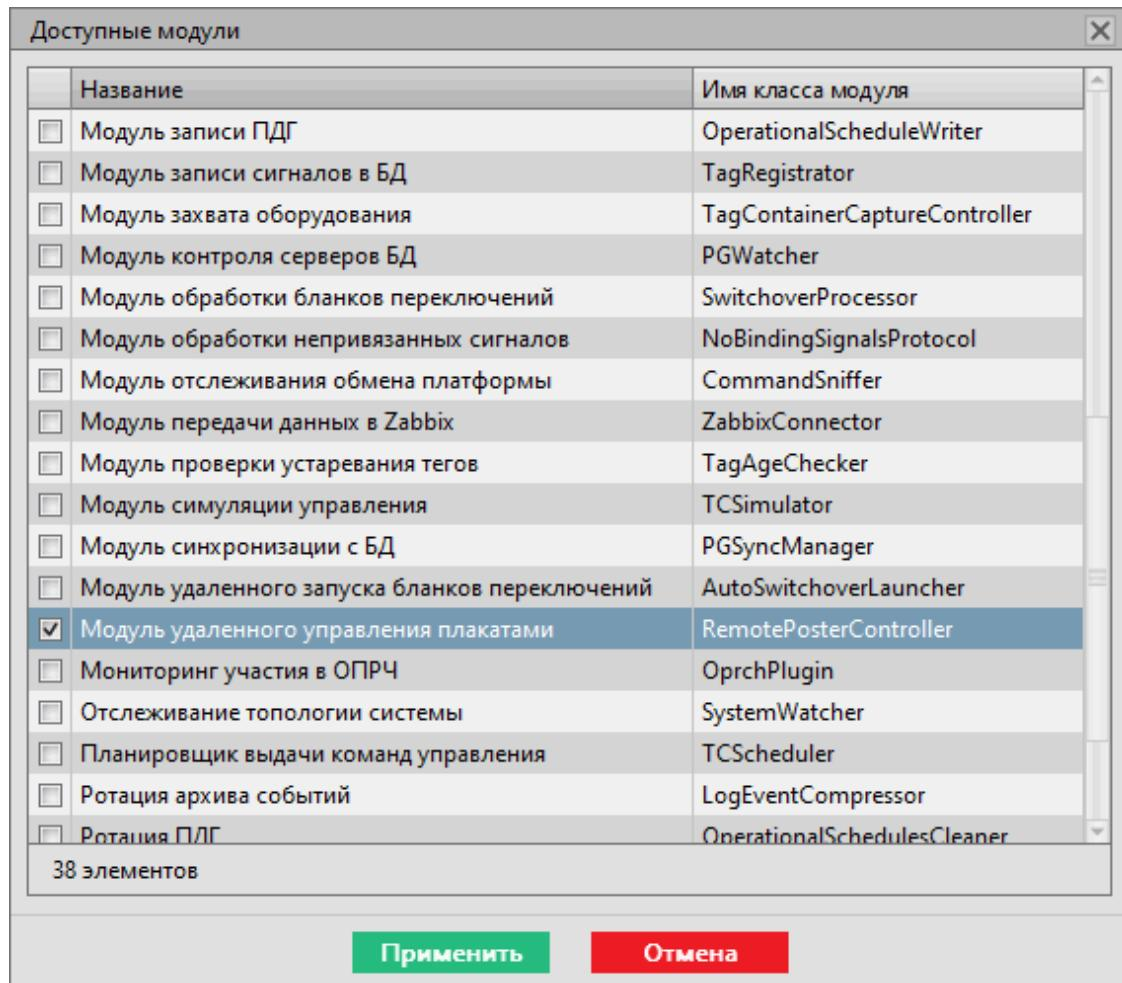

Рисунок 289 - Добавить модуль удаленного управления плакатами
- На вкладке **Настройки узла** Redkit Configurator в узел сбора и обработки данных (*Redkit\_Master* и *Redkit\_Slave* – для конфигурации с резервированием, *Redkit\_System\_Service* – для односерверного режима) добавьте **Модуль удаленного управления плакатами** (Рисунок 289).